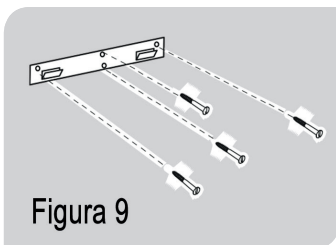

Figura 9
- O suporte de parede deve ser fixado com ganchos virados para cima, de forma que a coifa possa ser corretamente encaixada [ver figura 9].